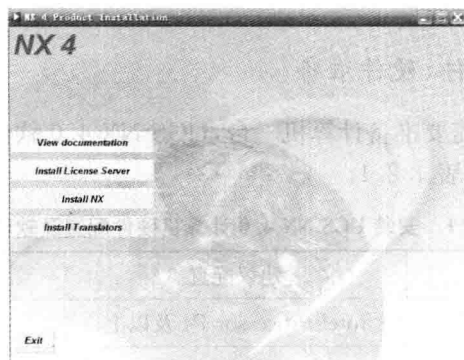
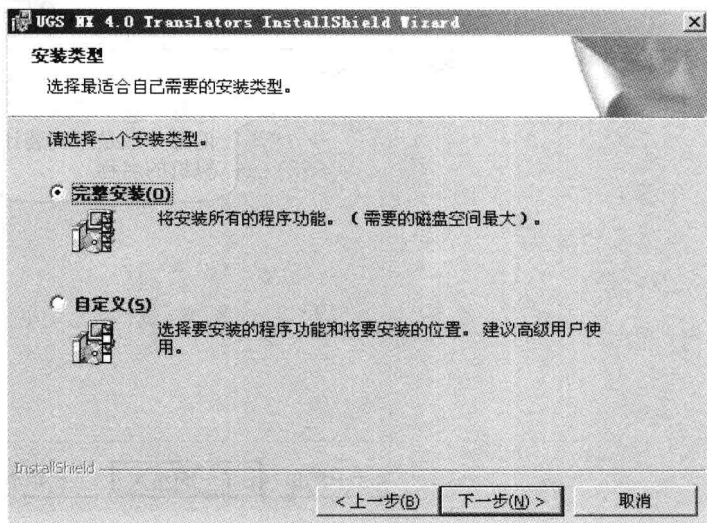

图 1.2.5 安装初始画面
图 1.2.14 选择 Translators 安装类型
(1) 打开安装光盘,找到 launch.exe 文件,双击执行,出现如图 1.2.5 所示安装界面。
(1) 在图 1.2.5 中单击  ,要求选择安装语言时选择“中文(中国)”,出
单击图 1.2.5 中的 **Install Translators** 按钮,在选择安装类型时,选择“完整安装”,即安装全部的转换器,如图 1.2.14 所示,单击“下一步”,系统即自动安装“Translators”模块。